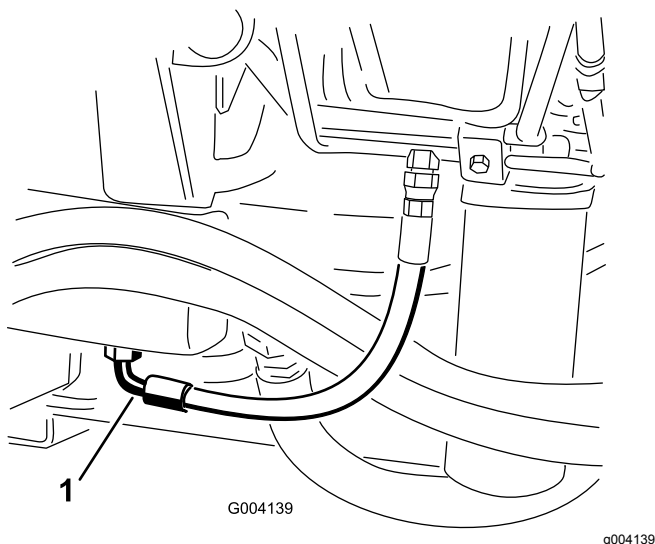

Figura 79
2. Collocate una bacinella di grandi dimensioni sotto il raccordo previsto sulla base del serbatoio del fluido idraulico (Figura 79).